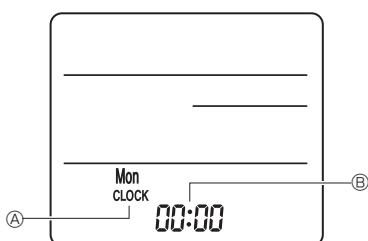

Fig. 7-10
3) Instelling (Klokinstelling) (Fig. 7-10)
- ① Plaats de batterijen of druk met een dun, puntig voorwerp op de toets Ⓐ [CLOCK] Ⓑ en Ⓒ [:] Ⓓ gaan knipperen.
- ② Druk met een dun, puntig voorwerp op de toets Ⓒ RESET Ⓓ.
- ③ Druk op de toets Ⓑ om de tijd in te stellen.